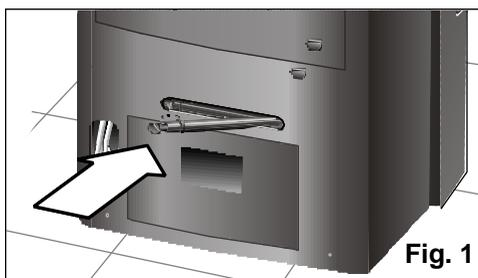

Fig. 1
- Asegúrese de que el tapón del desagüe esté bien metido, ya que puede haberse soltado durante el transporte, **Fig. 1**.